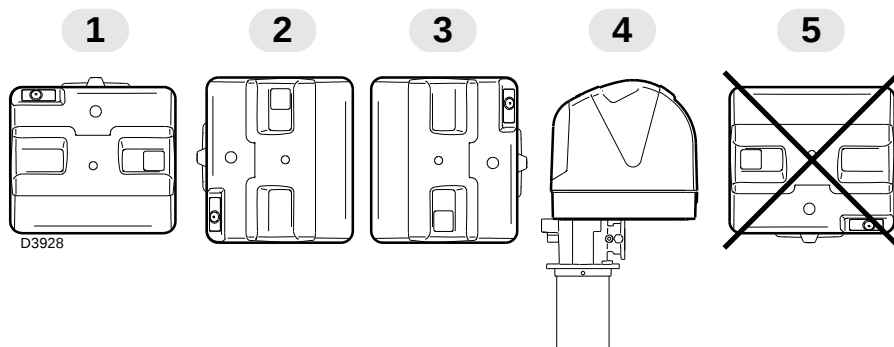

Fig. 9
- De brander is voorzien om uitsluitend in de posities **1**, **2**, **3** en **4** (Fig. 9) te werken.